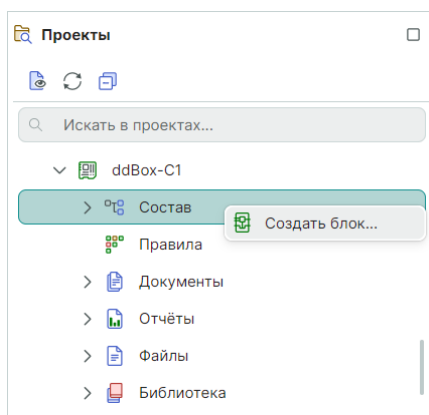

Рис. 261 Выбор активного проекта и создание блока
1. Выберите проект на панели «Проекты» и перейдите к узлу «Состав» см. Рис. 261.
2. Вызовите контекстное меню для узла «Состав» и выберите пункт «Создать блок...», см. Рис. 261.